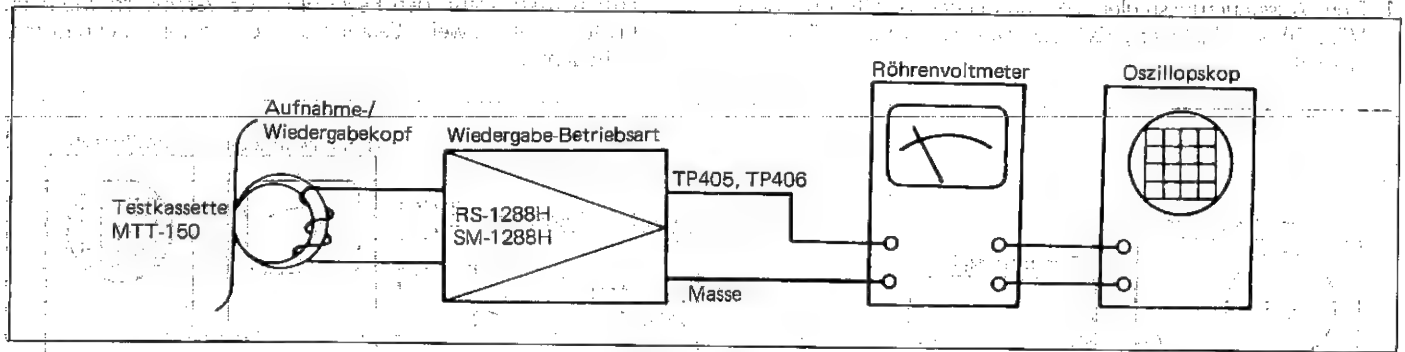

Abbildung 34–1
- **EINSTELLUNG DER AUFNAHME- UND WIEDERGABEEMPFINDLICHKEIT** (Siehe Abbildung 34–2.)